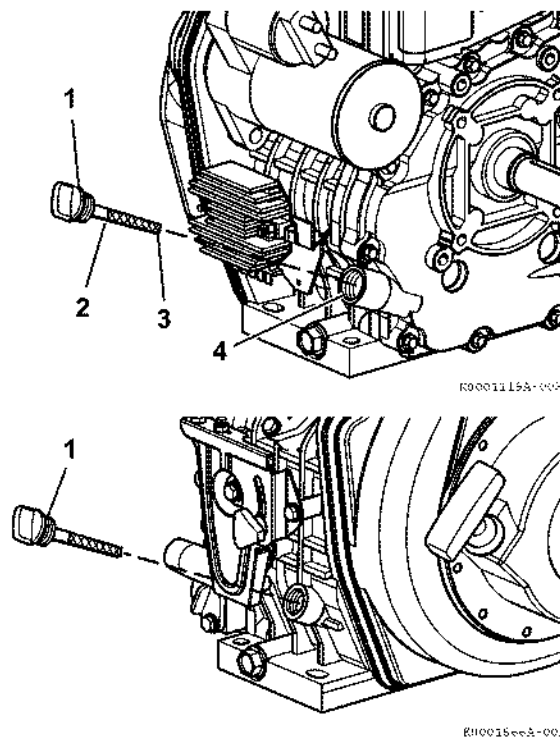

Рис. 47
2. Снимите крышку маслозаливной горловины / масляный щуп (Рис. 47, (1)) и вытрите чистой ветошью.
4. Выньте масляный щуп. Уровень масла должен быть между верхней (Рис. 47, (2)) и нижней (Рис. 47, (3)) отметкой на масляном щупе.
5. Полностью вставьте крышку маслозаливной горловины / масляный щуп (Рис. 47, (1)) и плотно зафиксируйте. Не прикладывайте чрезмерных усилий для закрытия крышки, это может повредить крышку / масляный щуп.
2. Снимите крышку маслозаливной горловины/масляный щуп (Рис. 47, (1)).
3. Долейте необходимое количество масла через любую маслозаливную горловину (Рис. 47, (4)).
5. Долейте масло, если необходимо, до уровня между верхней (Рис. 47, (2)) и нижней (Рис. 47, (3)) отметкой на масляном щупе.